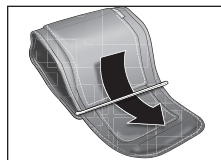
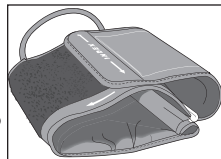

Fig. 1
Fig. 2
2. Con el texto en el interior del brazalete, ensarte el extremo de éste a través de la barra de metal, Fig 1. El extremo del brazalete debe doblarse sobre sí mismo para asegurarse en el gancho y el aro, Fig 2.